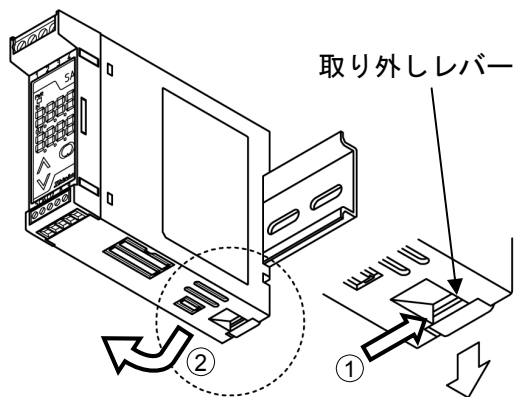

図 3.2-2
本器の下部にある取り外しレバーにマイナスドライバーを差込み(①), 取り外しレバーを下げながら DIN レールから取り外してください(②)。(図 3.2-2)